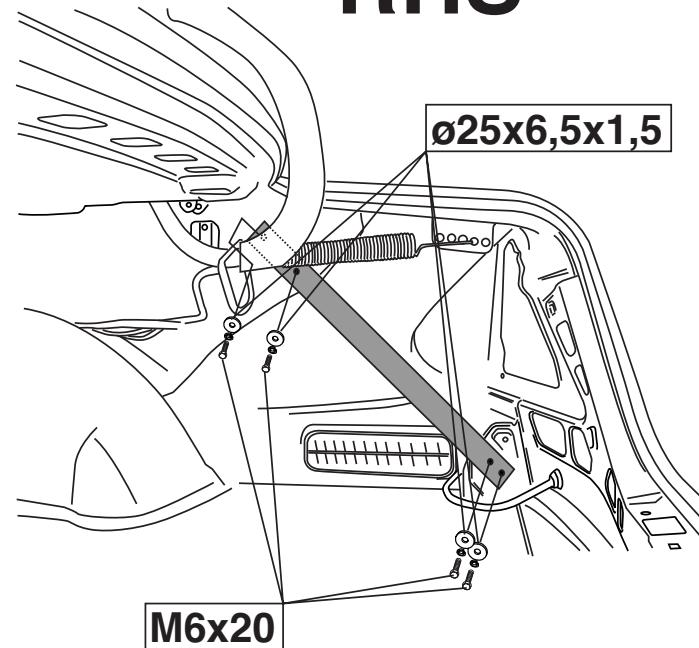

Fig. 1
10. Colocar ambos bloques de espuma PE para tapar y sellar con pegamento las partes indicadas (véase la fig. 1).
Si los arcos de refuerzo suministrados no caben (ver fig. 1), se deberán pedir los arcos de refuerzo LHS (A 211 639 03 43) y RHS (A 211 639 04 43) en un concesionario de Mercedes Benz.
3. Montare i sostegni G ed H. Vedi fig. 1.
10. Usare i due blocchi di polistirolo espanso come isolante e fissarli applicando un collante sulle superfici indicate (vedi fig. 1).
Se i ganci di rinforzo in dotazione, (vedi fig. 1), non dovessero andare bene è necessario ordinare i ganci di rinforzo originali LHS (A 211 639 03 43) ed RHS (A 211 639 04 43) presso una delle filiali Mercedes Benz!
3. Zamontować wsporniki G i H. Patrz rys. 1
10. Umieścić obydwa klocki styropianowe jako uszczelnienie i wypełnić nimi kitem wskazane części (patrz rys. 1).
Jeżeli zał ączone ramiona wspomagające (patrz rys. 1) nie będą pasować, należy zamówić w filii Mercedesa Benz oryginalne ramiona wspomagające LHS (A 211 639 03 43) i RHS (A 211 500 06 93)!